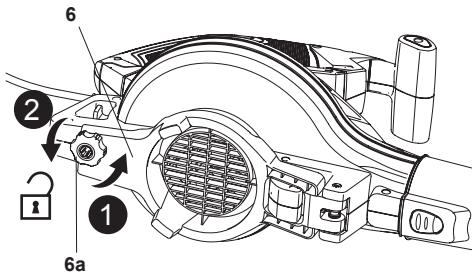

Fig. 4
Dévisser le bouton de verrouillage (6a) dans le sens antihoraire, puis retirer le couvercle de l'impulseur (6) (Fig. 4, étapes 1, 2) et le maintenir en place.